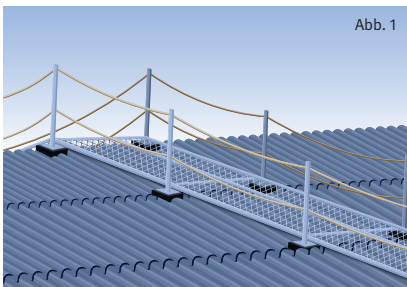

Abb. 1
- Auf nicht durchtrittssicheren Dächern sind tragfähige Lauf- und Arbeitsstege (Abb. 1) mit einer Mindestbreite von 0,6 m und einer beidseitigen Umwehrung als sichere Verkehrswege und Arbeitsplätze herzustellen und zu benutzen.